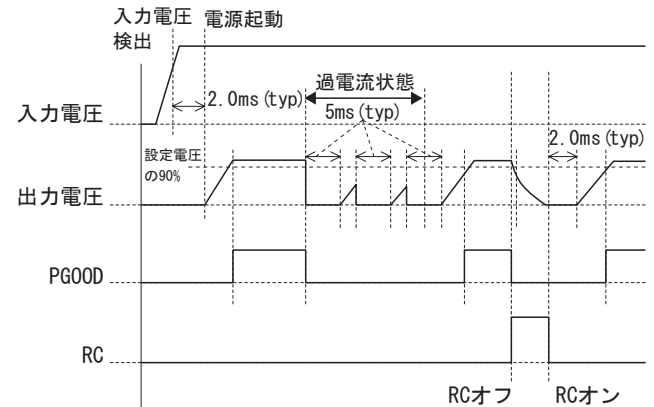

図3.9 BRNSシリーズのシーケンスチャート
■BRNSシリーズの入力電圧、出力電圧、RC端子、PGOOD端子、SEQ端子のシーケンスを、図3.9に示します。